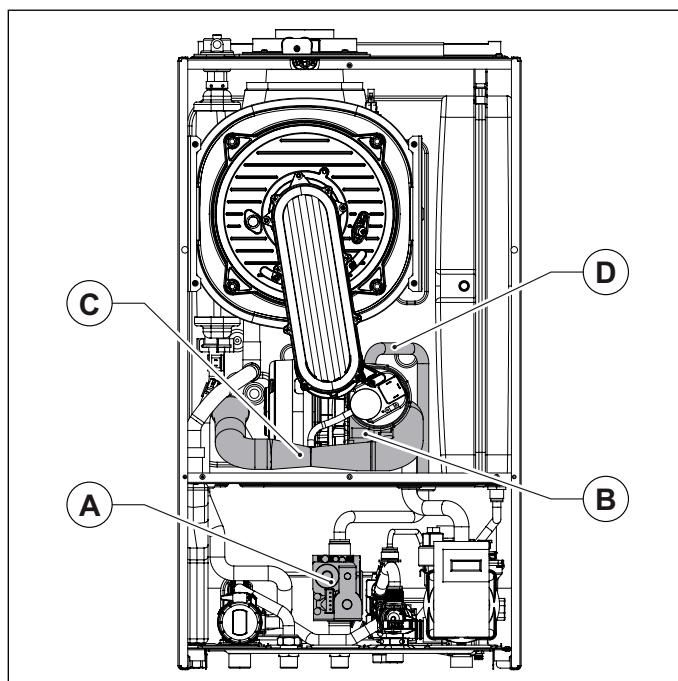

Fig. 41 Tobă de aspirație
- Înlăturați toba de aspirație având grija să deșurubați mai întâi șuruburile care fixează amestecătorul (vezi Fig. 41 Tobă de aspirație).
- Deconectați conducta de gaz de la amestecător (vezi Fig. 41 Tobă de aspirație).